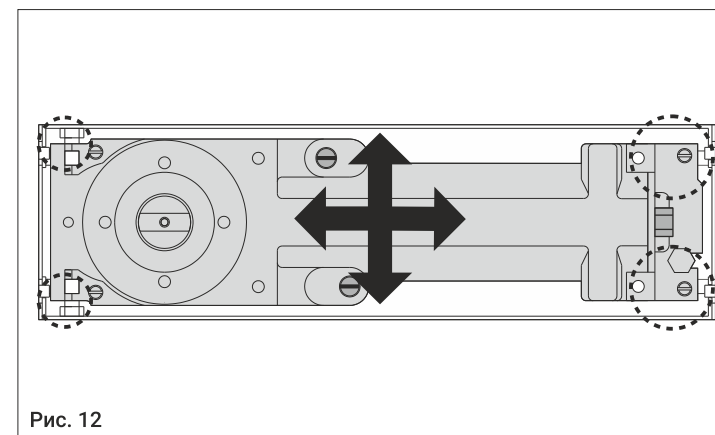

Рис. 12
Отрегулируйте скорости закрывания и доводки, момент закрывания двери (PA). Убедитесь, что дверь закрывается и открывается корректно. При необходимости повторите процесс юстировки положения напольного дверного доводчика в цементной коробке (рис.12).